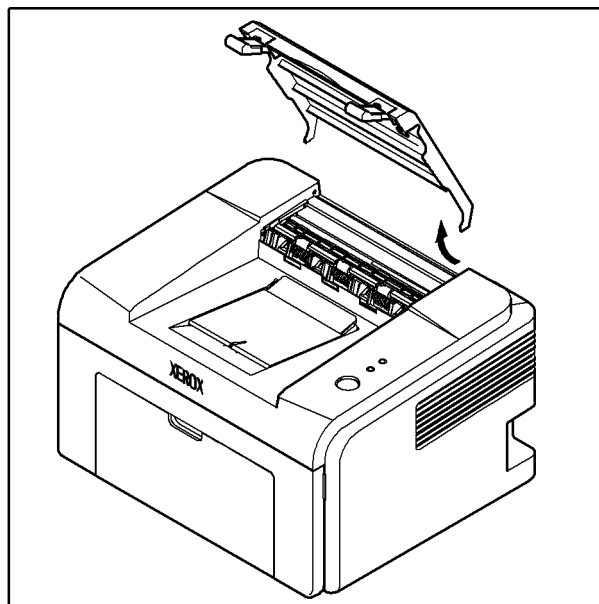

Рисунок 2
2. Аккуратно согните выходную крышку в направлении стрелки, и снимите крышку, рисунок 2.